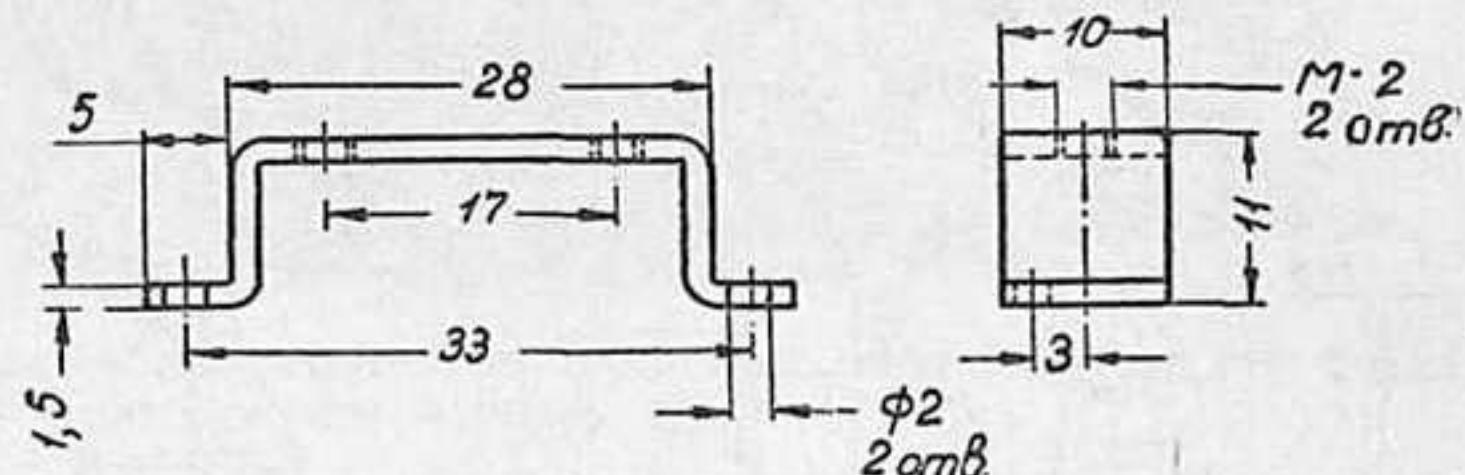

Рис. 49, дет. 8сб-1
**Стойка кордовой планки (8сб-1)** (рис. 49) изготавливается из листовой стали толщиной 1,5 мм.